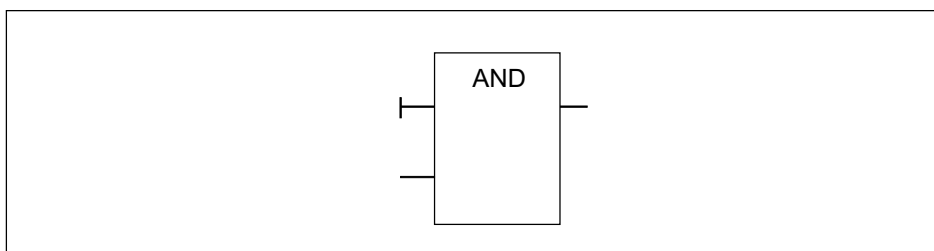

图 8-3 立即条件的 FBD 图
- 立即指示：在 FBD 指令中，布尔操作数的立即条件用输入端的垂线表示(图 8-3)。立即指示将立即读取特殊物理输入。立即操作只对物理输入有效。